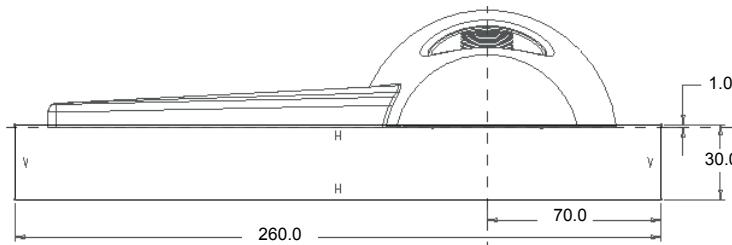

图 6.7.64 截面图形
(2) 右击，从菜单中选择 **定义内部草绘...** 命令。设置 RIGHT 基准平面为草绘平面，TOP 基准平面为草绘平面的参照；方向为 **顶**；特征截面如图 6.7.64 所示；深度类型为 **穿过所有**，深度值为 600.0。